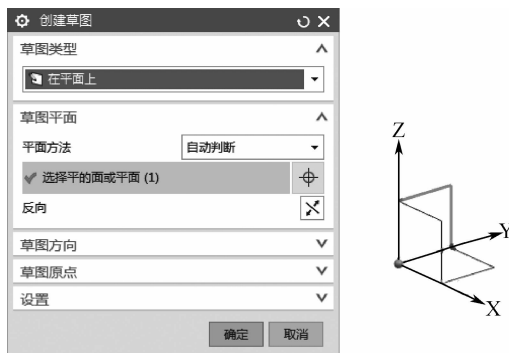

图 2-24 选择草绘平面(绘制垫片草图)
(1) 单击  图标, 选择 ZY 平面绘制图, 如图 2-24 所示。